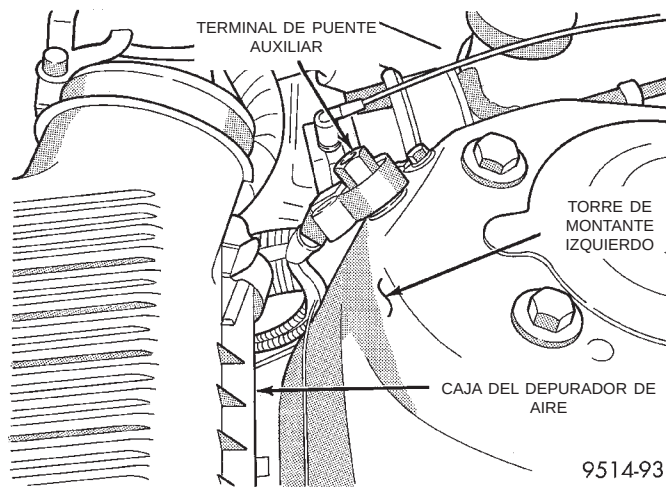

Fig. 29 Terminal de puente auxiliar
(1) Desconecte el cable negativo del terminal de puente auxiliar (Fig. 29).